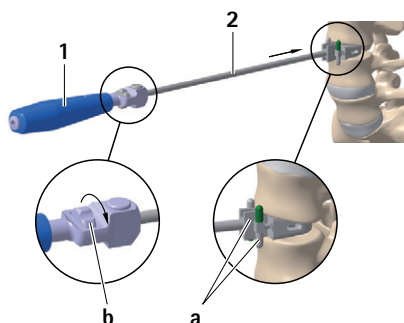

Fig. 1
- Monter le guidage de burin **2** avec la hauteur d'implant et l'angle souhaités dans le manche **1**, voir Fig. 1.
- Tourner la molette **b** dans le sens des aiguilles d'une montre et régler l'arrêt de sécurité **a** à la longueur de burin minimale, voir Fig. 1.
- Introduire le guidage de burin **2** au centre de l'espace intervertébral et régler l'arrêt de sécurité **a** sous contrôle radiologique à la profondeur de bûr-nage souhaitée, voir Fig. 1.